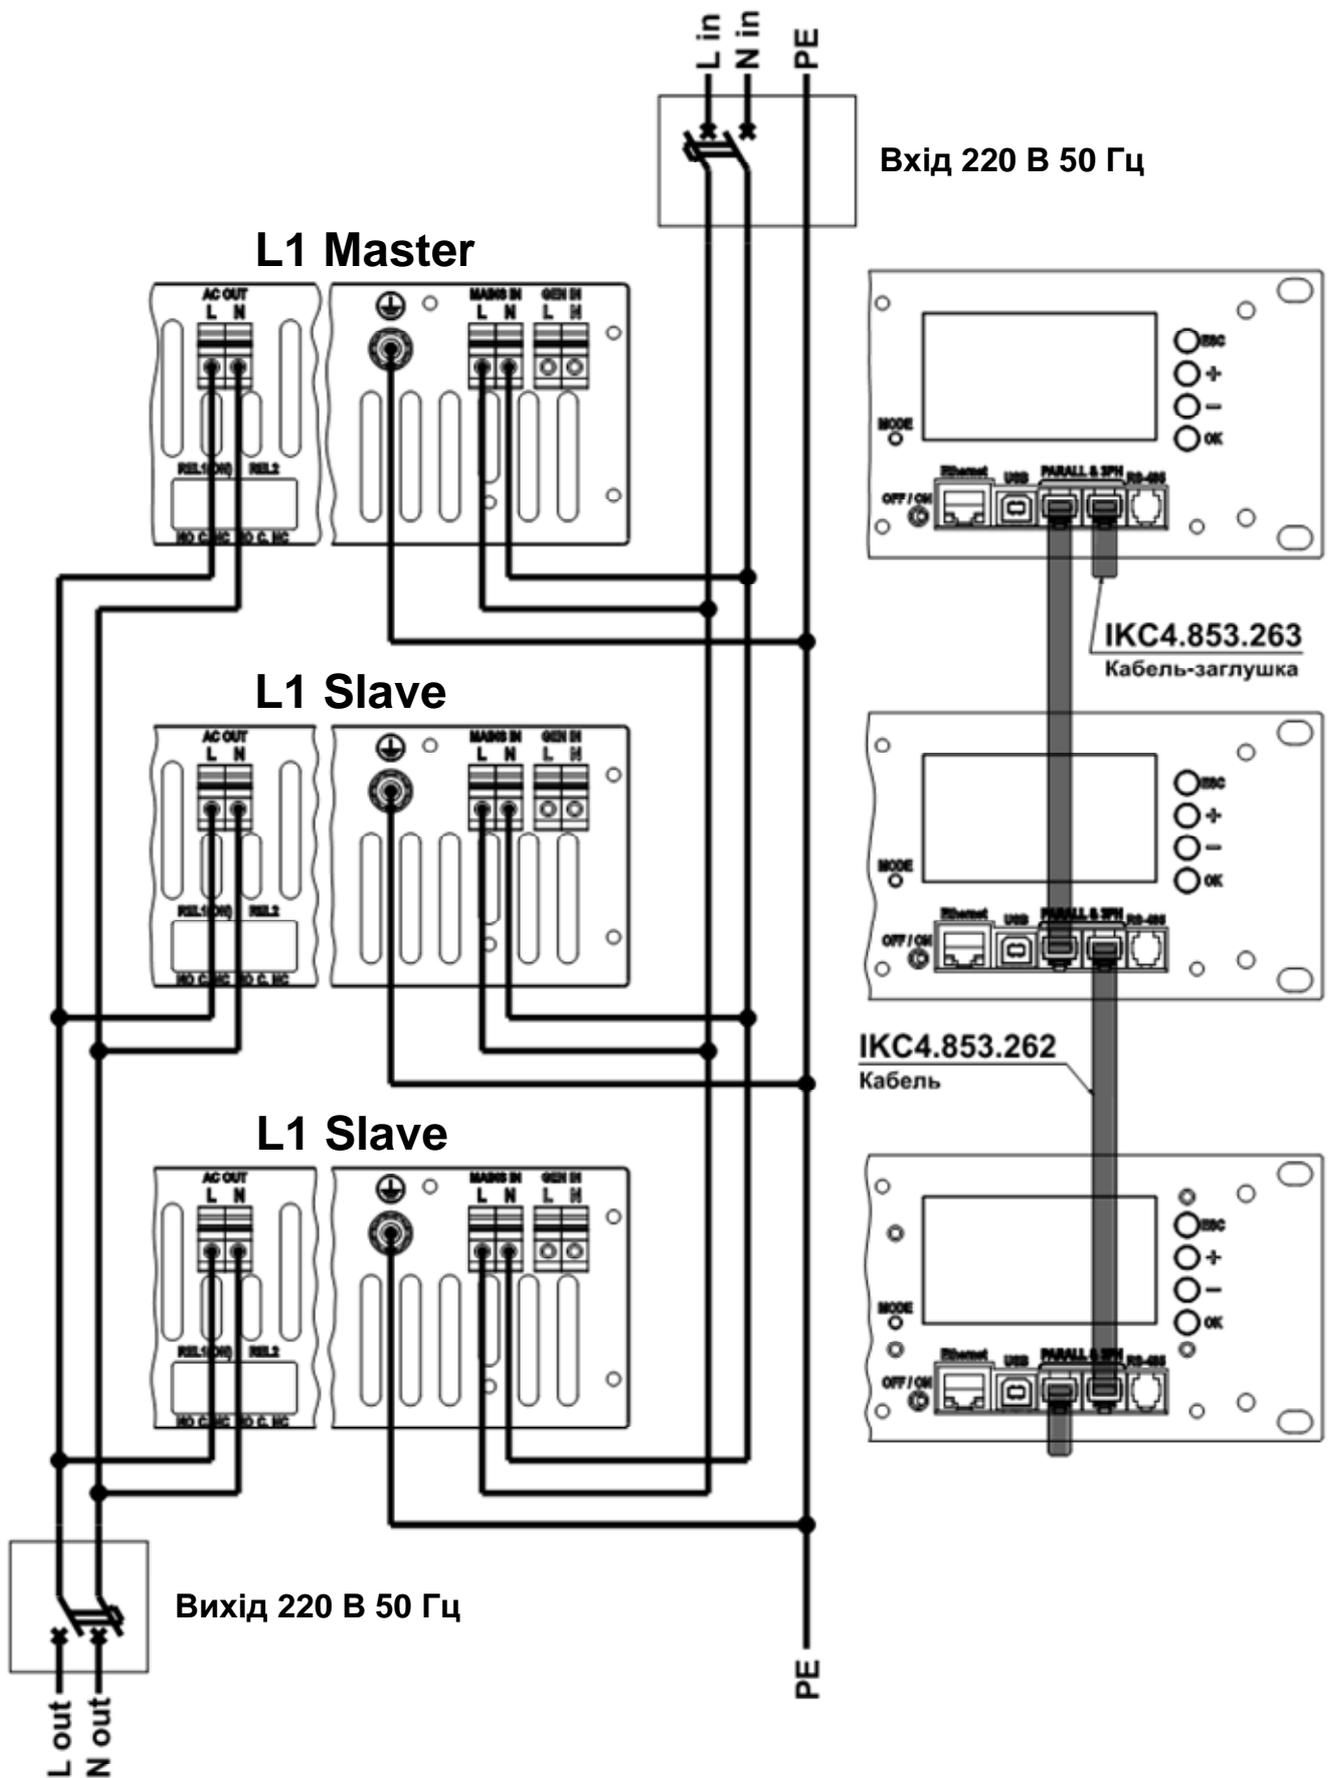

Рис. 8
- входи мережі («L» до «L», «N» до «N», Рис. 8),
- виходи мережі («L» до «L», «N» до «N», Рис. 8).
Крім того, повинні бути з'єднані кабелями IEC4.853.262 роз'єми «PARALL & 3PH» всіх пристроїв. На першому та останньому в ланцюжку повинні бути встановлені заглушки IEC4.853.263 Рис. 8.